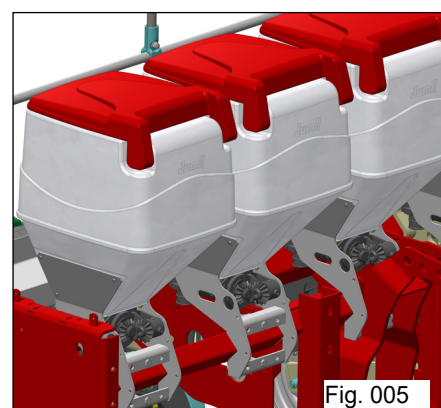

Fig. 005
- Depósitos de adubo individuais para cada linha de plantio em material termoplástico com capacidade de 75 litros cada, (Fig. 005).